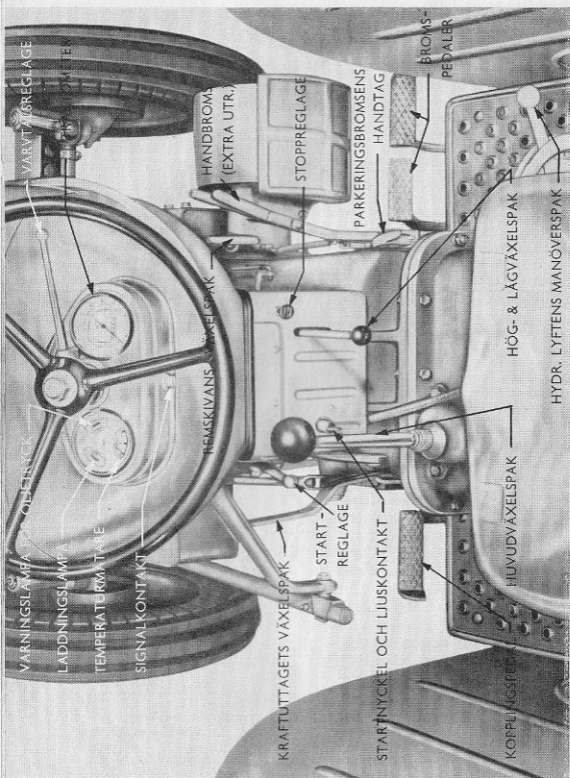
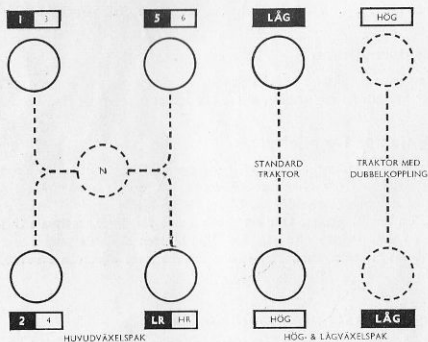

Fig. 4
Fig. 5
För att stanna motorn drages stoppreglaget på instrumentbrädan, se fig. 4, ut och hålles kvar tills motorn stannat. Stoppreglaget stänger av all bränsletillförsel.
Startmotorns huvudströmbrytare manövreras med en nyckel och sitter nedtill på kontrollpanelen, rakt framför växelspaken, se fig. 4. Nyckeln vrids $\frac{1}{4}$ varv medsols när traktorn skall startas.
Startreglaget utgöres av en spak, som föres nedåt för att starta motorn, sedan startmotorns huvudströmbrytarnyckel först vridits $\frac{1}{4}$ varv medsols. Vid startning av motorn bör man iakttaga att startreglaget, se fig. 4, släppes upp så snart motorn startar samt att man vid upprepade startförsök låter motorn stanna helt innan man ånyo trycker ned startreglaget.
Kopplingspedalen sitter framför vänster fotbräda, se fig. 4. Nedtrampas pedalen frikopplas motorn från växellådan.
Traktorn har en växellåda med tre hastigheter framåt och en back. Genom en tillsatsväxel (hög- och lågväxel) finnes sammanlagt sex hastigheter framåt och två back. Huvudväxelspaken och spaken för hög- och lågväxel ses på fig. 4. Växelspakarnas lägen för de olika växlarorna framgår av fig. 5. Observera att *hög- och lågväxelspakens* lägen är omvända för de traktorer, som är utrustade med dubbelkoppling.
Till höger om och nedanför sadeln finnes reglaget för den hydrauliska lyften placerat, se fig. 4. Fullständiga anvisningar om lyften finnes på sid. 60.
2. Drag ut stoppreglaget, se fig. 4, och håll det ute till dess motorn stannat helt. Obs. Huvudströmbrytarnyckeln kan EJ användas för att stanna motorn. Vrids nyckeln tillbaka till vertikalt läge, medför detta endast att startmotorn ej kan inkopplas och att varningslamporna för oljetryck och laddning bortkopplas.